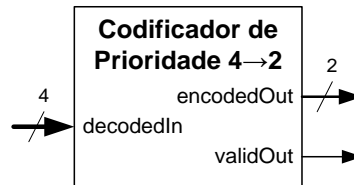

Figura 2 – Interface do codificador de prioridade.
1. Escreva no seu *log book* a tabela de verdade de um codificador de prioridade 4→2 com indicação de saída válida e cuja interface é representada na Figura 2.